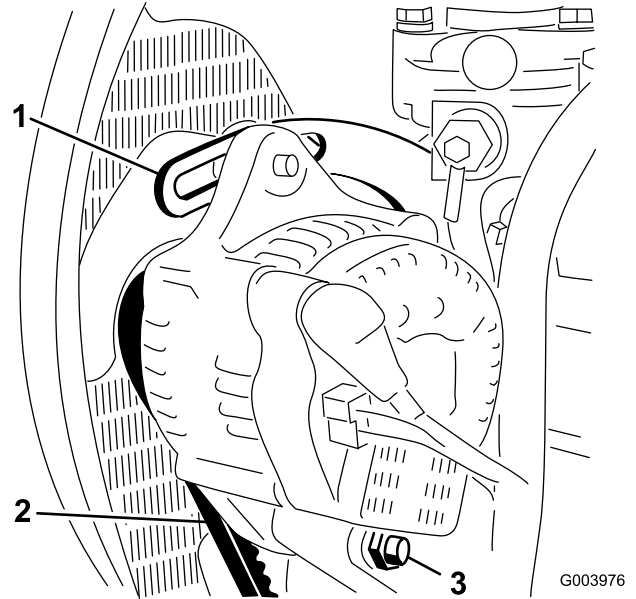

図 77
2. オルタネータ側プーリとクランクシャフト側プーリ間の中央部(図 77)でベルトを指で10 kg程度の力で押して点検する。
3. ブレースをエンジンに固定しているボルト(図 77)と、オルタネータをブレースとピボットボルトに固定しているボルトをゆるめる。